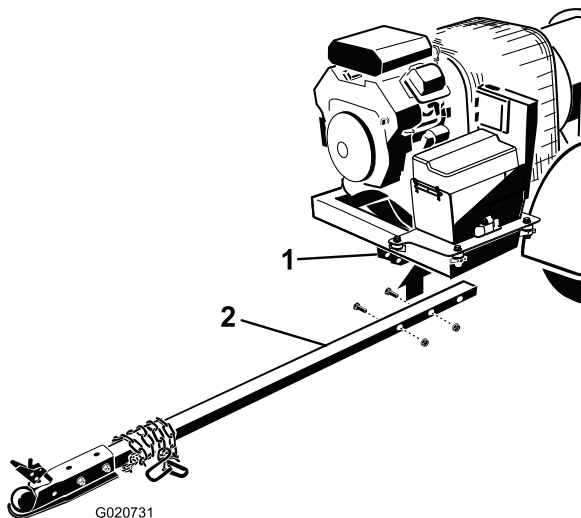

Bild 6
2. Stecken Sie das Anbauvorrichtungsrohr in die Rahmenhalterungen (Bild 6). Befestigen Sie das Rohr mit 2 Schrauben (3/8 x 3 Zoll) und Bundmuttern (3/8 Zoll) am Rahmen.